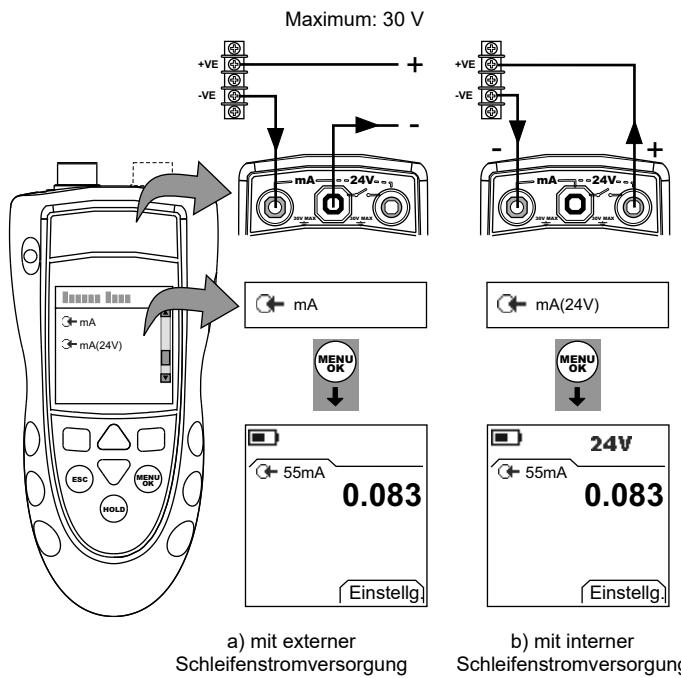

Abbildung 7: Beispielkonfiguration: Strommessung
1. Schließen Sie das Gerät an (Abbildung 7) und ändern Sie ggf. die Option *Konfig.* (Tabelle 1).
- Nur DPI802/802P. Schließen Sie das Gerät an die Kalibrierausrüstung an (Abbildung 7).